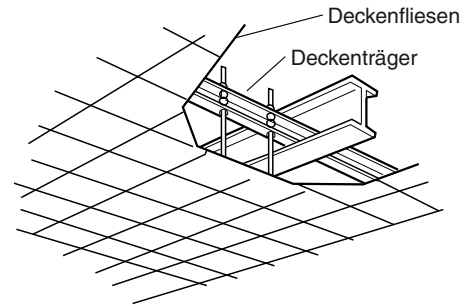

Abb. 3-191
- Die bereits vorhandenen Deckenstützen verwenden bzw. eine geeignete Stütze anfertigen, wie in Abb. 3-191 gezeigt.